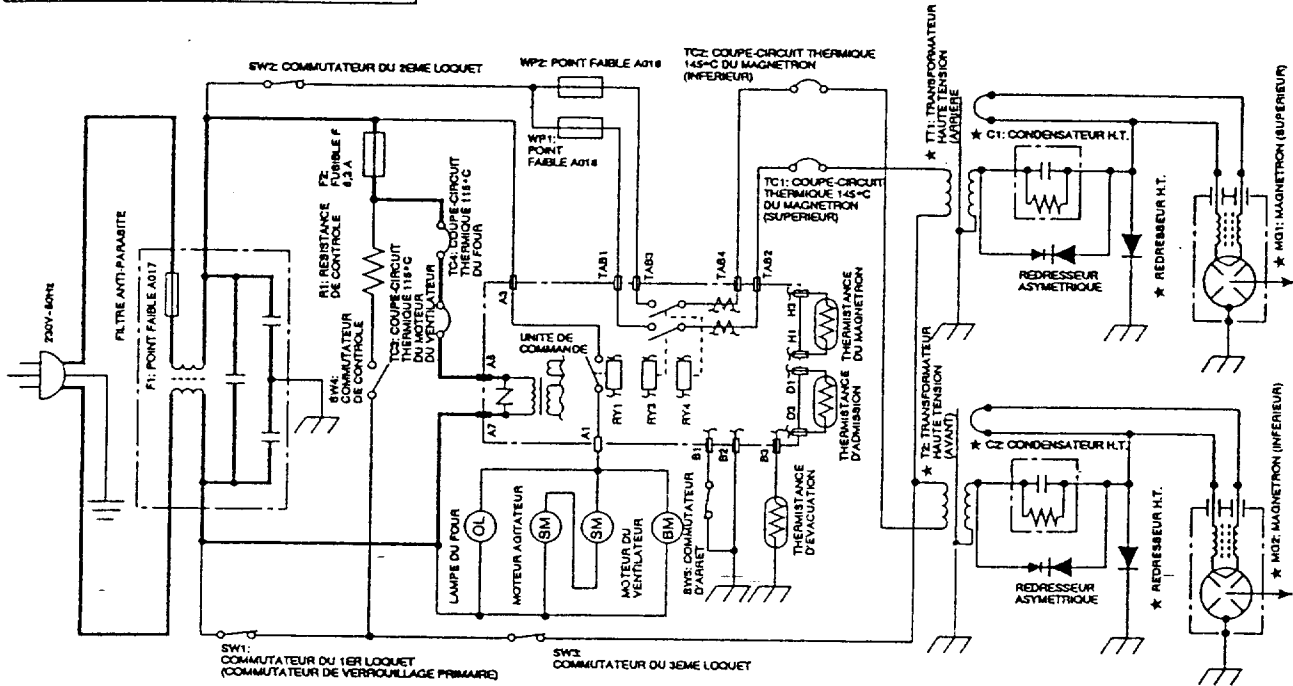

Figure O-1. Schéma du four-Condition d'ARRET
- surlignerez en bleu sur le schéma de principe du four ci-dessous "Condition d'ARRET", figure O-1, la partie de circuit occasionnant panne.